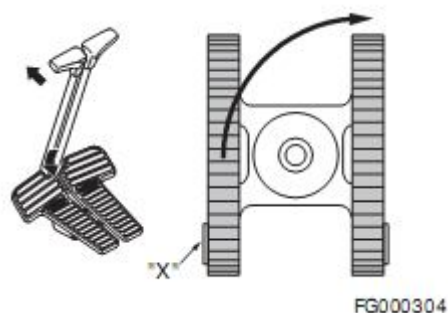

Рисунок 28
2. Поворот машины (рисунок 28) осуществляется за счет вращения только одной гусеницы вперед или назад. Машина сделает поворот на неподвижной гусенице.